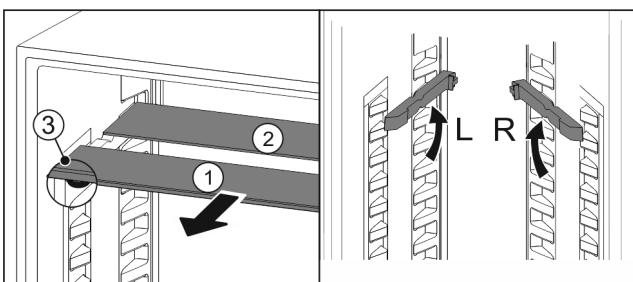

Fig. 94
- ▷ По одной извлеките Fig. 94 (1) стеклянные панели движением вперед.
- ▷ Стеклянная панель Fig. 94 (1) с декоративной планкой лежит спереди.
- ▷ Стопоры Fig. 94 (3) показывают вниз.